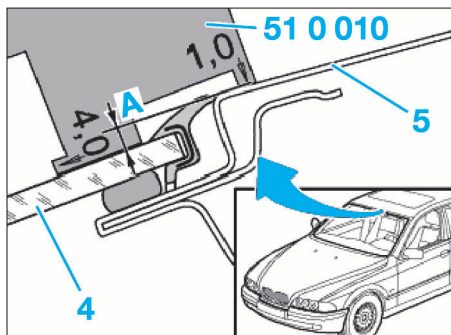

FIG. 100
Le pare-brise (4) (Fig.100) doit être positionné plus bas que le panneau extérieur de pavillon (5). C'est le seul moyen d'éviter les bruits aérodynamiques.